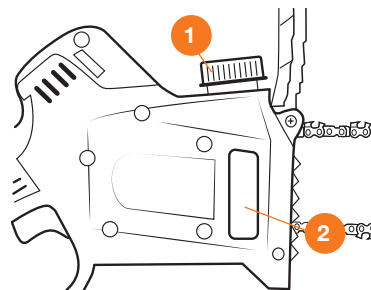

Рис. 8
Плотно закрутите крышку. Во время работы следите за уровнем масла через контрольное окно ❷ (Рис. 8).